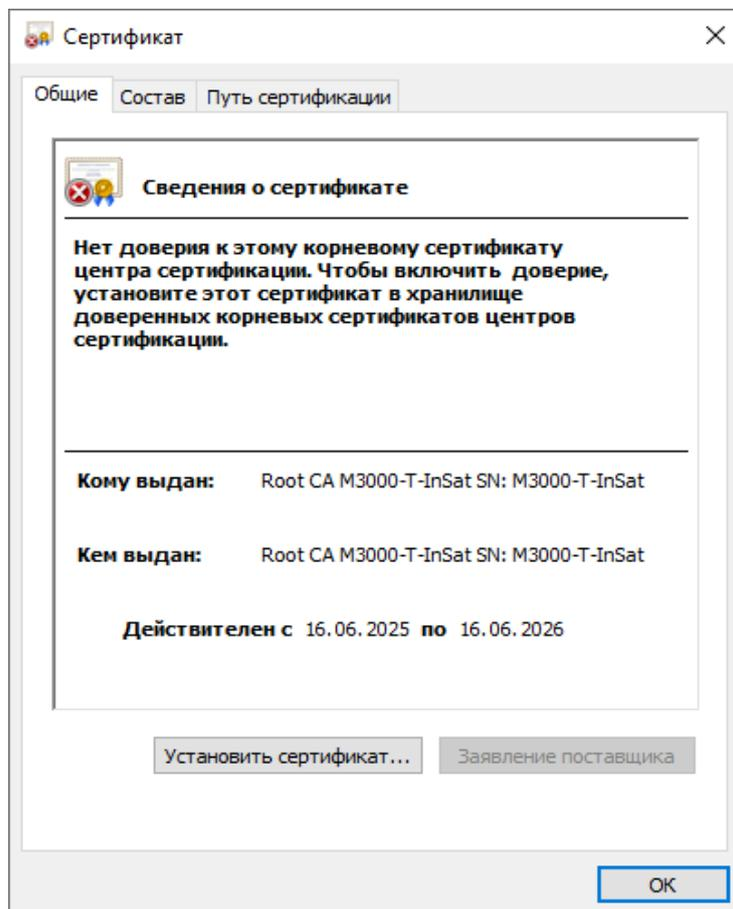

Рисунок 17. Окно установки сертификата.
3. Необходимо дважды нажать на скачанную цепочку сертификатов, после чего зайти в папку «Сертификаты». В списке сертификатов выбрать сертификат, начинающийся с символов «Root CA...» и щелкнуть по нему два раза. Откроется окно (см. Рис. 17), в котором нужно нажать кнопку «Установить сертификат»: